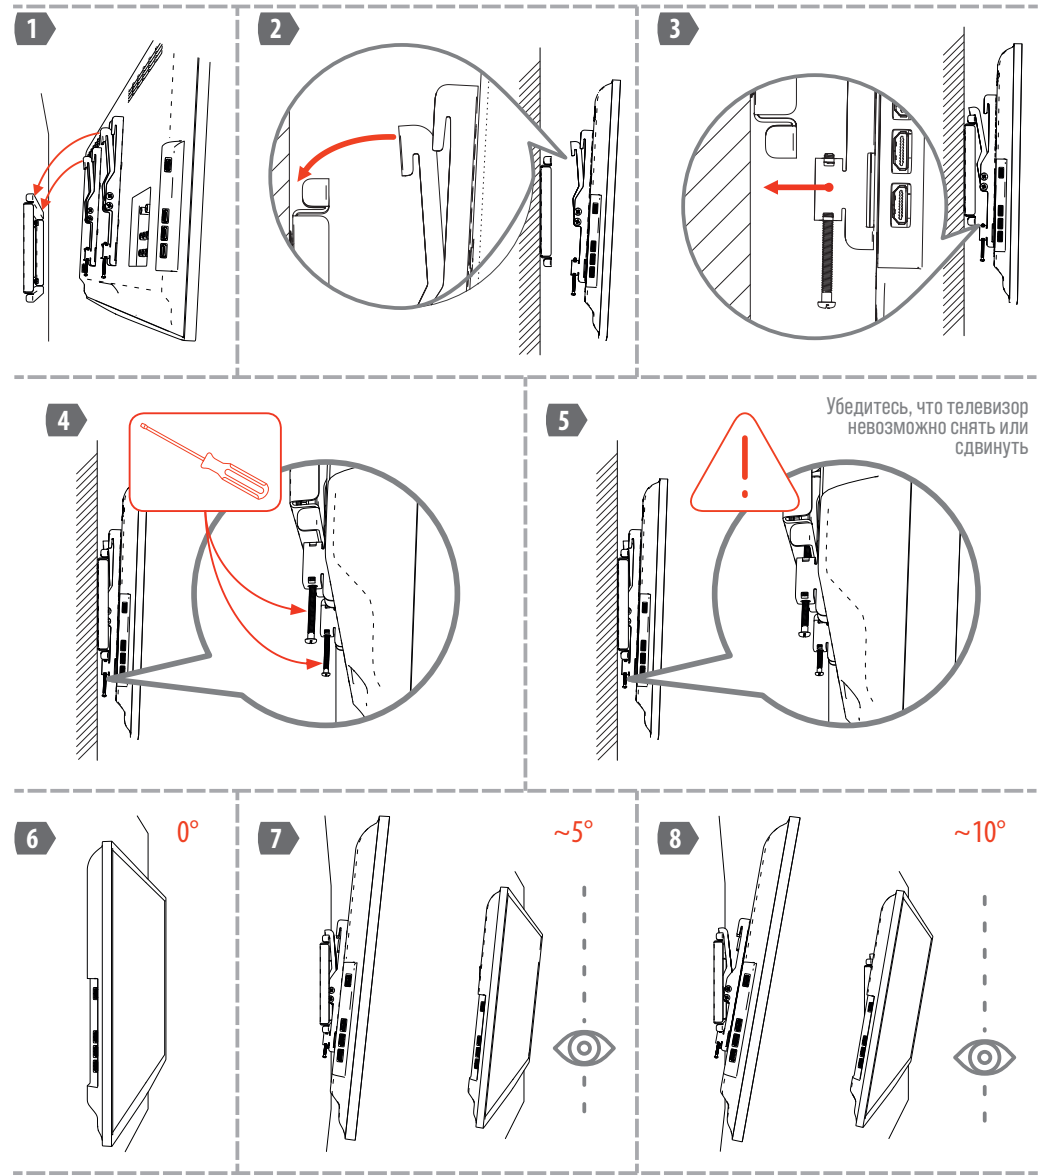

Рисунок 3. Установка телевизора на несущую панель и регулировка наклона.
5. Навесьте телевизор на несущую панель. Убедитесь, что оба держателя зацепились должным образом (см. рис. 3).